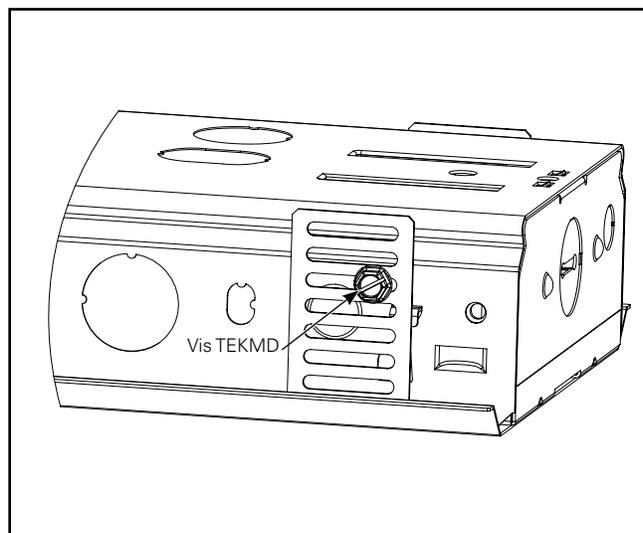

Figure 5.
- Fixez les supports de montage sur les côtés du profilé existant en utilisant les vis TEKMD. Installez une (1) vis TEKMD de chaque côté des supports de montage, soit un total de quatre (4) endroits différents. (Figure 5.)